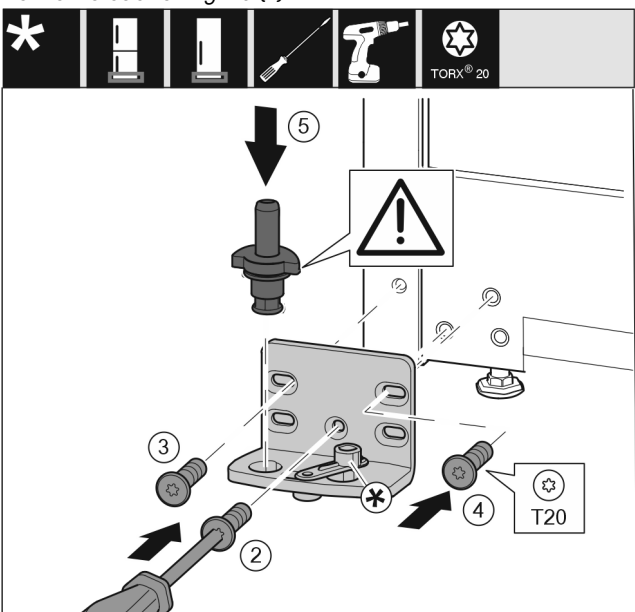

Fig. 17
- ▶ Poser le support de palier de l'autre côté et le visser à l'aide d'un tournevis T20. Commencer par la vis 2 en bas au milieu. *Fig. 17 (2)*
- ▶ Visser les vis 3 et 4. *Fig. 17 (3,4)*
- ▶ Mettre en place l'axe de palier complet. Veiller à ce que l'ergot d'enclenchement soit orienté en arrière. *Fig. 17 (5)*